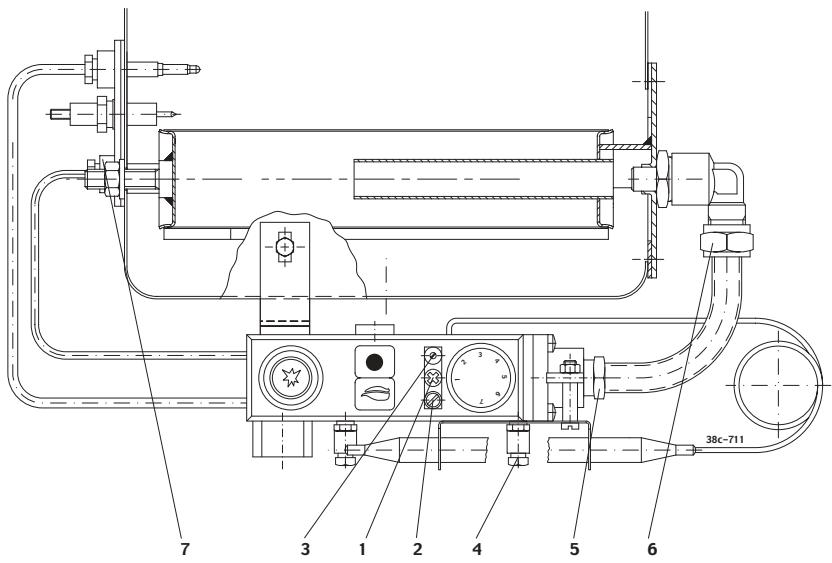
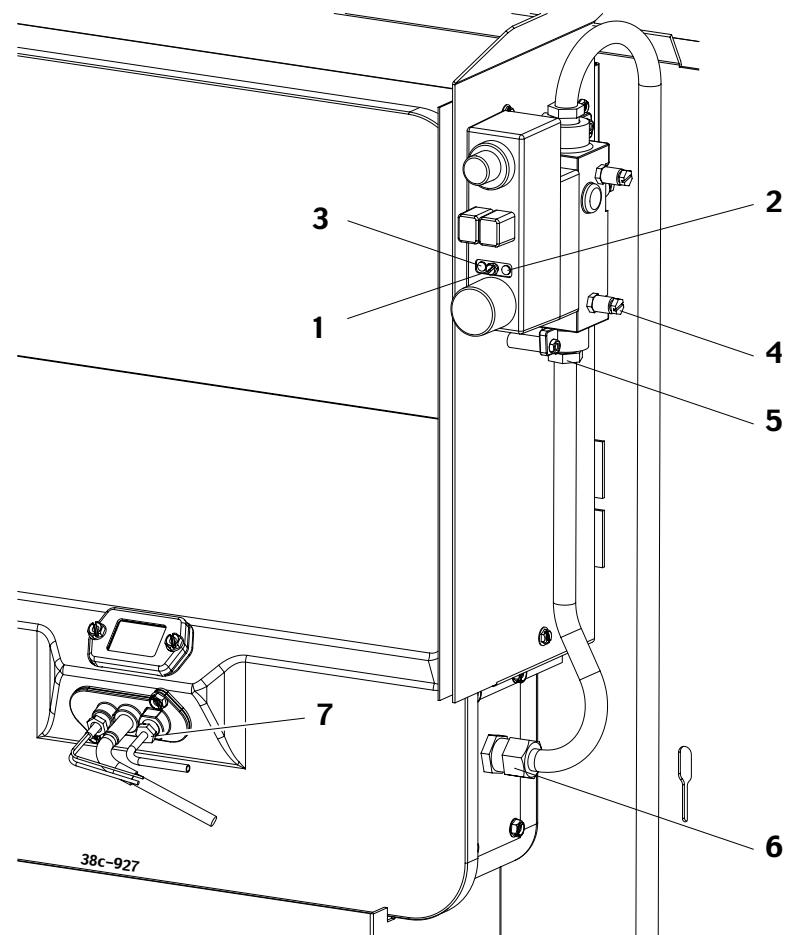

Fig. 13
Fig. 14
(fig. 13, pág. 62)
(fig. 14, pág. 63).
3. Cabeça de injector de ajustamento de precisão (fig. 13, pág. 62). Retire a pequena cobertura com o nome de Junkers da caixa do bloco de controlo de gás. Remova a caixa do bloco de controlo de gás tirando o parafuso (1). Em seguida, remova a cabeça de injector de ajustamento de precisão (3) do lado de cima do bloco de controlo de gás. Coloque a nova cabeça de injector de ajustamento de precisão, apertando-a bem. Coloque a caixa de novo.
3. Cabeça de injector de ajustamento de precisão (fig. 14, pág. 63)
4. Ajustamento da pressão do queimador (fig. 13, pág. 62 / fig. 14, pág. 63)